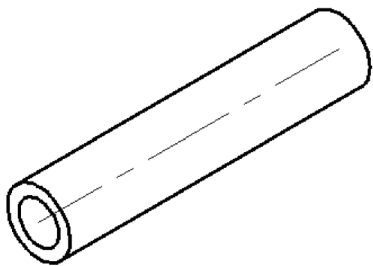

图 10-50 练习题的等轴测图参考
- (1) 根据轴测投影线方向和轴测投影面的位置不同, 可以将轴测图分为哪种类型?
- (2) 在 AutoCAD 2017 中, 如何将捕捉类型设置为“等轴测捕捉”?
- (3) 在 AutoCAD 2017 中, 将捕捉类型设置为“等轴测捕捉”后, 如何进行等轴测平面的切换?
- (4) 如何绘制等轴测圆。请举例进行说明。
- (5) 课外研习: 在 AutoCAD 2017 中, 如何设置用于轴测图标注的文字样式和标注样式?
- (6) 绘制图 10-50 所示的等轴测图, 具体的尺寸由读者自行确定。本书光盘提供了练习参考文件“10_ex6.dwg”, 位于随书光盘的“CH10”文件夹中。